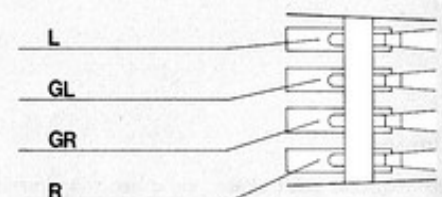

Fig. 15
3. Die Anschlüsse am Systemträger und Tonabnehmersystem sind gekennzeichnet (Fig. 15). Verbinden Sie die Anschlußlitzen des Systemträgers mit den entsprechenden und gleich gekennzeichneten Anschlußstiften des Tonabnehmersystems.
3. Les connexions sur le porte-cellule et la cellule sont repérées. Reliez les cordons du porte-cellule aux broches de la cellule portant le même repère (Fig. 15).
3. The connection inputs on the cartridge holder and on the cartridge are color coded. Connect the leads on the cartridge holder to the correspondingly coded connection pins of the cartridge (Fig. 15).